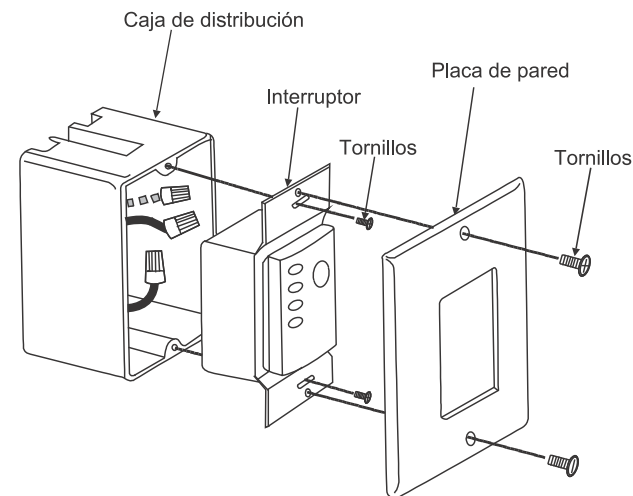

Fig. 24
Paso 2. Instale la placa de pared en la caja de distribución eléctrica existente utilizando los tornillos proporcionados. (Fig. 24)